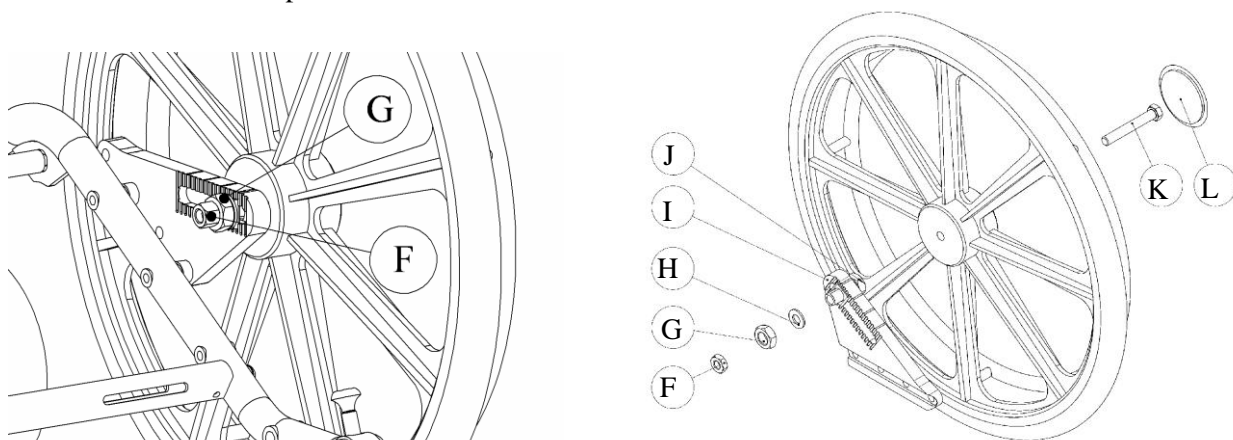

Figure 12 – Vues arrière du dispositif de positionnement
1. Enlever le capuchon **L** sur la grande roue (figure 12);